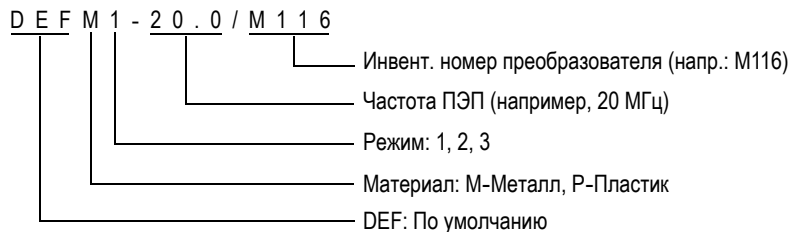

Рис. 5-3 Выбор настройки для одноэлементного ПЭП
- c) В окне **ПО УМОЛЧ.** для используемого типа преобразователя (см. Рис. 5-3 на стр. 57) в списке доступных настроек по умолчанию выберите настройку для используемого ПЭП.